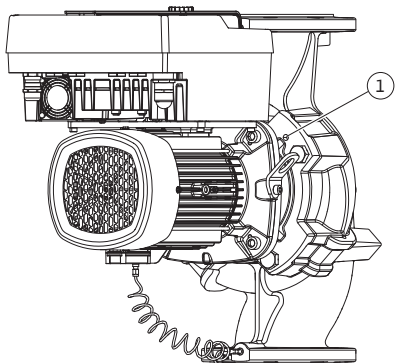

Fig. 10: Ievietojamā moduļa nospiešana, izmantojot vītnes urbumus
5. Nospiediet ievietojamo moduli (skat. Fig. 4) no sūkņa korpusa. Atkarībā no sūkņa tipa (skat. Fig. I ... Fig. IV) ir pieejami divi dažādi pamati. Sūkņa tipam (Fig. III un Fig. IV) atskrūvējiet skrūves (29. poz.). Izmantojiet blakus esošos divus vītnes urbumus (Fig. 10, 1. poz.) un piemērotas skrūves, ko nodrošina pasūtītājs (piemēram, M10 x 25 mm). Sūkņa tipam (Fig. I un Fig. II) izmantojiet abus vītņu urbumus M10 (Fig. 104). Izmantojiet piemērotas skrūves, ko nodrošina pasūtītājs (piemēram, M10 x 20 mm). Nospiešanai varat izmantot arī šķēļumus (Fig. 104, 2. poz.).